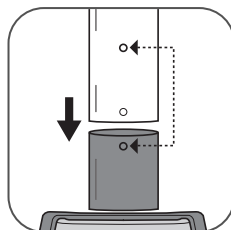

fig. 3
- Insérez le pôle dans la base en appuyant vers le bas, jusqu'à ce que les trous du mât et de la base soient au même niveau, de manière à remettre la vis. Si les trous ne correspondent pas, vérifiez que les clips du mât soient bien déverrouillés. **(fig. 3)**